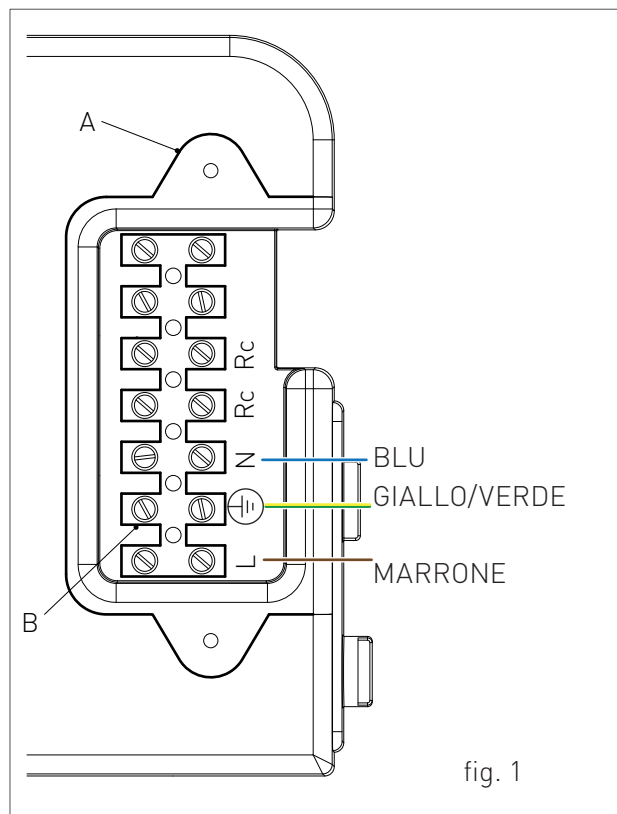

fig. 1
- > una volta rimosso il piastrino effettuare i seguenti collegamenti sulla morsettiera "B" (vedi fig. 1):
È necessario passare i cavi all'interno dello scaldabagno attraverso i passacavi 'P1' e 'P2' posti sotto la dima (vedi fig. 1). A tal fine bisognerà eseguire un foro sul passacavo, dal diametro leggermente inferiore rispetto al cavo, in modo che non passi l'aria.